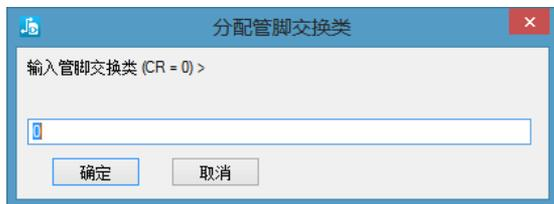

图 5-32 “分配管脚交换类”对话框
(1) 单击设置管脚交换图标按钮, 系统会打开如图 5-32 所示的“分配管脚交换类”对话框，此时可以在文本框中输入需要设置的值。